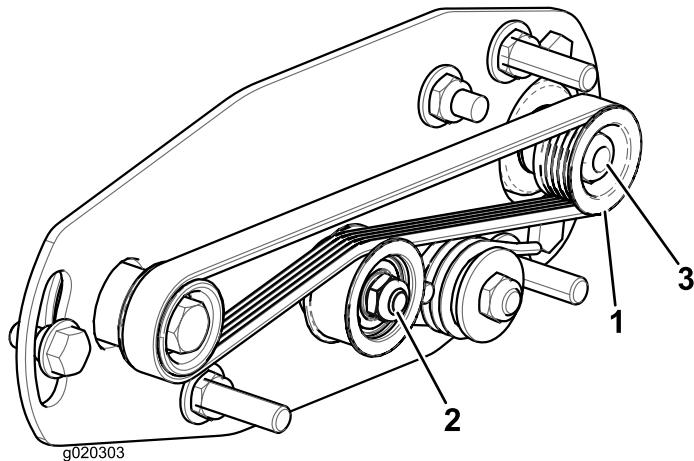
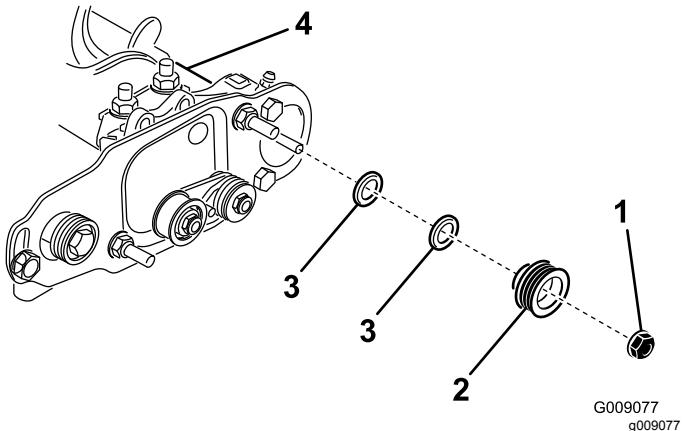

図33
図34
1. 受動プーリローラのシャフト位置は内外に動かすことができます図33。
3. 受動プーリをブラシシャフトに固定しているロックナットを取り外す図33または図34。
4. シャフトから受動プーリを取り外す図34。
注 プーリを外側に出したい場合には、0.8mm 0.032"厚のスペーサを1枚入れる図34。プーリを内側に入れたい場合には、0.8mm 0.032"厚のスペーサを1枚抜き取る。